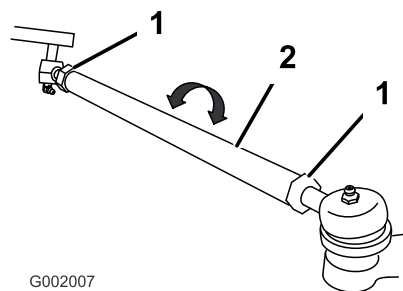

Figura 62
5. Se la misura non rientra nel campo specificato, allentate i controdadi da ambo i lati dei tiranti (Figura 62).